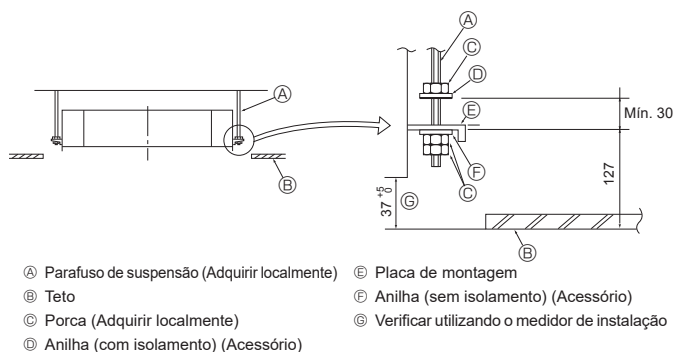

Fig. 4-5
4.5. Procedimentos de suspensão da unidade (Fig. 4-5)